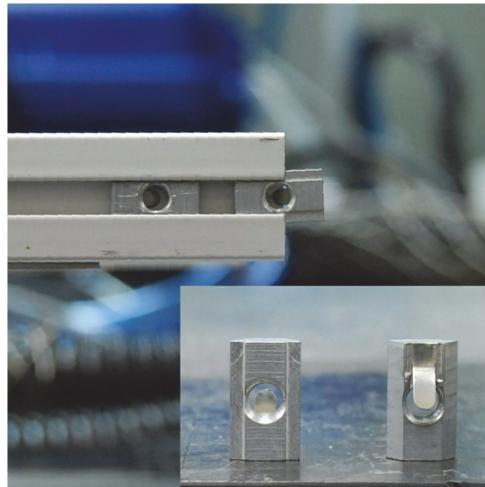

Figura 2-29 I dadi con testa a martello sono usati per fissare gli accessori alle barre della struttura
5. Recuperare i dadi con testa a martello dalle barre della struttura da sostituire e installarle nelle nuove barre della struttura. Ogni impugnatura richiede due dadi con testa a martello, ogni scala graduata ne richiede due e ogni barra della struttura ne richiede uno per fissare la struttura laterale (Figura 2-29 a pagina 58).